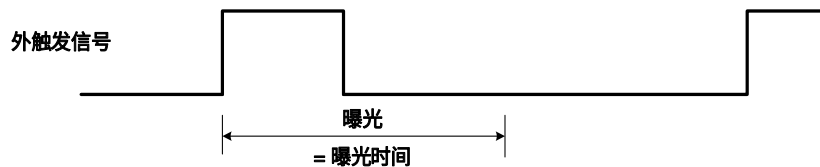

图 8-23 上升沿触发定时曝光模式时序图
- 如果启用上升沿触发，曝光会在触发信号上升时开始，一直持续到曝光时间结束，如图 8-23 上升沿触发定时曝光模式时序图所示